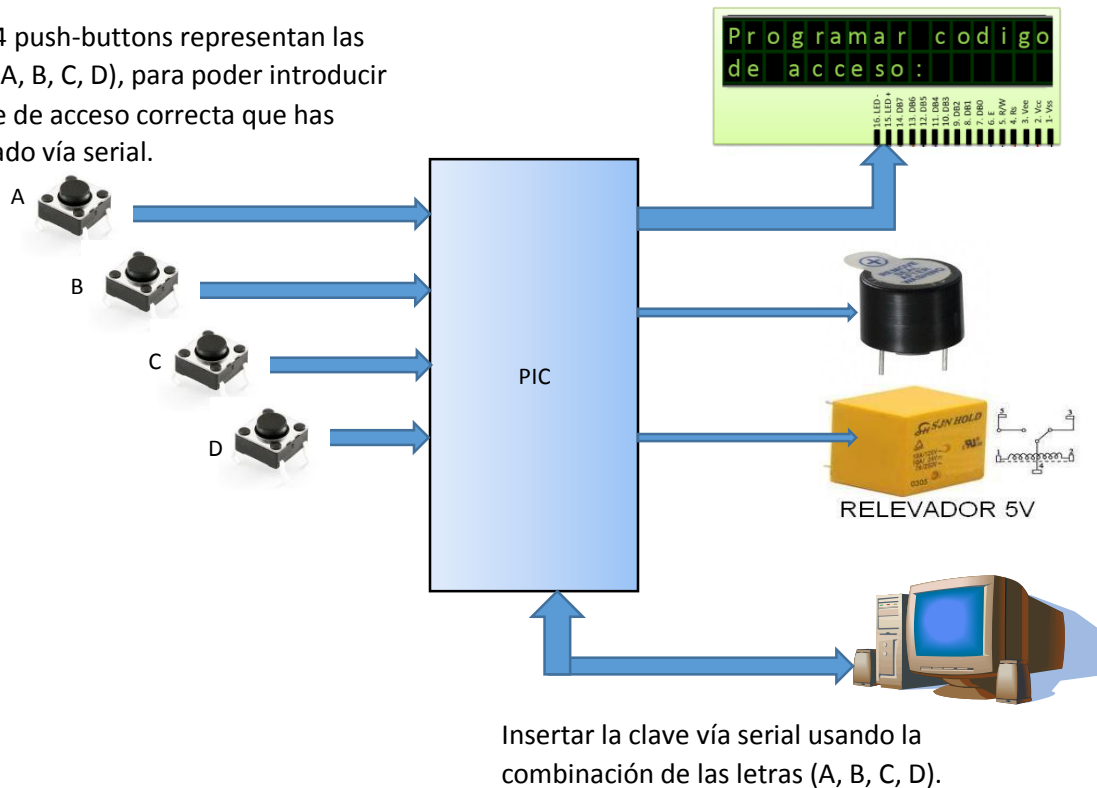

Figura 71. Esquema de la cerradura electrónica. . .
2. Diseña e implementa el circuito para cumplir con el reto, aplicando los conocimientos obtenidos a lo largo del curso. Guíate del esquema de la *figura 71*.